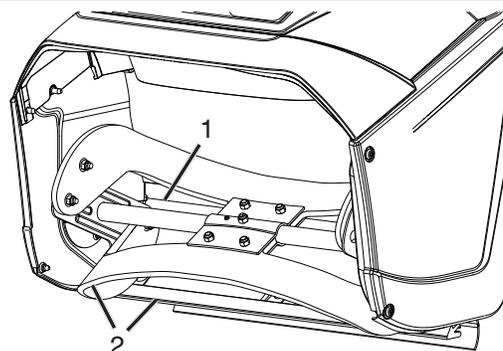

Figure 15
**IMPORTANT:** Lors du fonctionnement initial, il peut y avoir de l'usure entre les lames de la tarière et le racloir. Une performance maximale, tant pour le soufflage de la neige que la conduite, est atteinte lorsqu'il n'y a pas de dégagement entre ces deux parties (Figure 15).